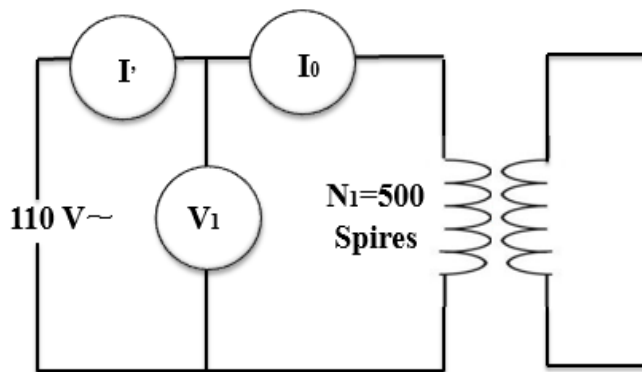

Figure 12. Schéma du montage utilisé pour les mesures de  $I'$ ,  $I_0$  et  $V_1$
- Réaliser le montage de la figure 12 en utilisant un primaire  $N_1=500$  spires.